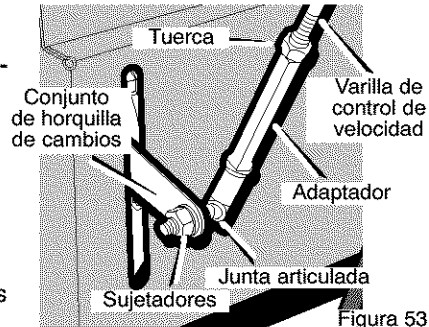

Figura 53
2. Conecte el **Junta articulada**, ubicada en el extremo inferior de la **varilla de control de velocidad al conjunto de horquilla de cambios**. Vea la Figura 53. La fábrica se encarga de conectar los **sujetadores** a la **Junta articulada**.